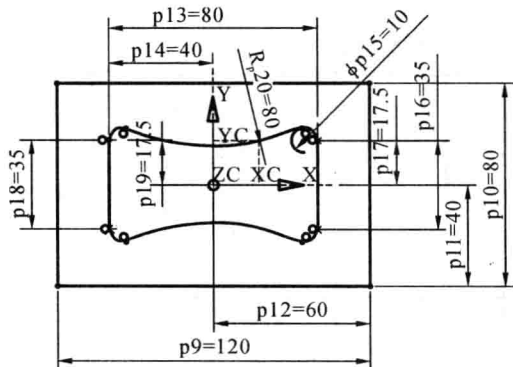

图 1-18 修剪后的图形
(15) 单击“草图”工具栏中的“快速修剪”按钮,分别选择要修剪的对象并对图形进行修剪,修剪后的图形如图 1-18 所示。